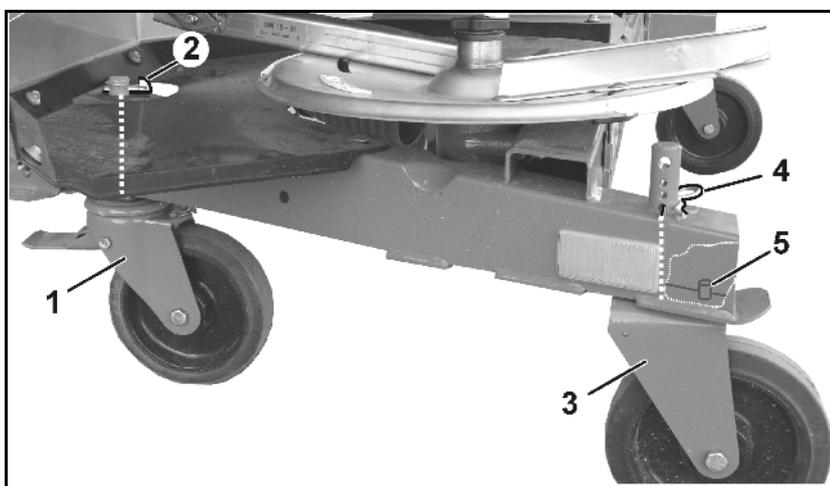

Fig. 51
5. Lenkbare Bremsrollen (Fig. 51/1) vorne
- o montieren und mit Klappstecker (Fig. 51/2) sichern, beziehungsweise
6. Starre Rollen (Fig. 51/3) hinten
- o montieren und mit Federstecker (Fig. 51/4) in der untersten der Absteckbohrungen sichern, beziehungsweise
Bei der Montage der starren Rollen darauf achten, dass der Bolzen (Fig. 51/5) durch die Bohrung des Rahmens fasst, und somit die Rollen in Längsrichtung hält.